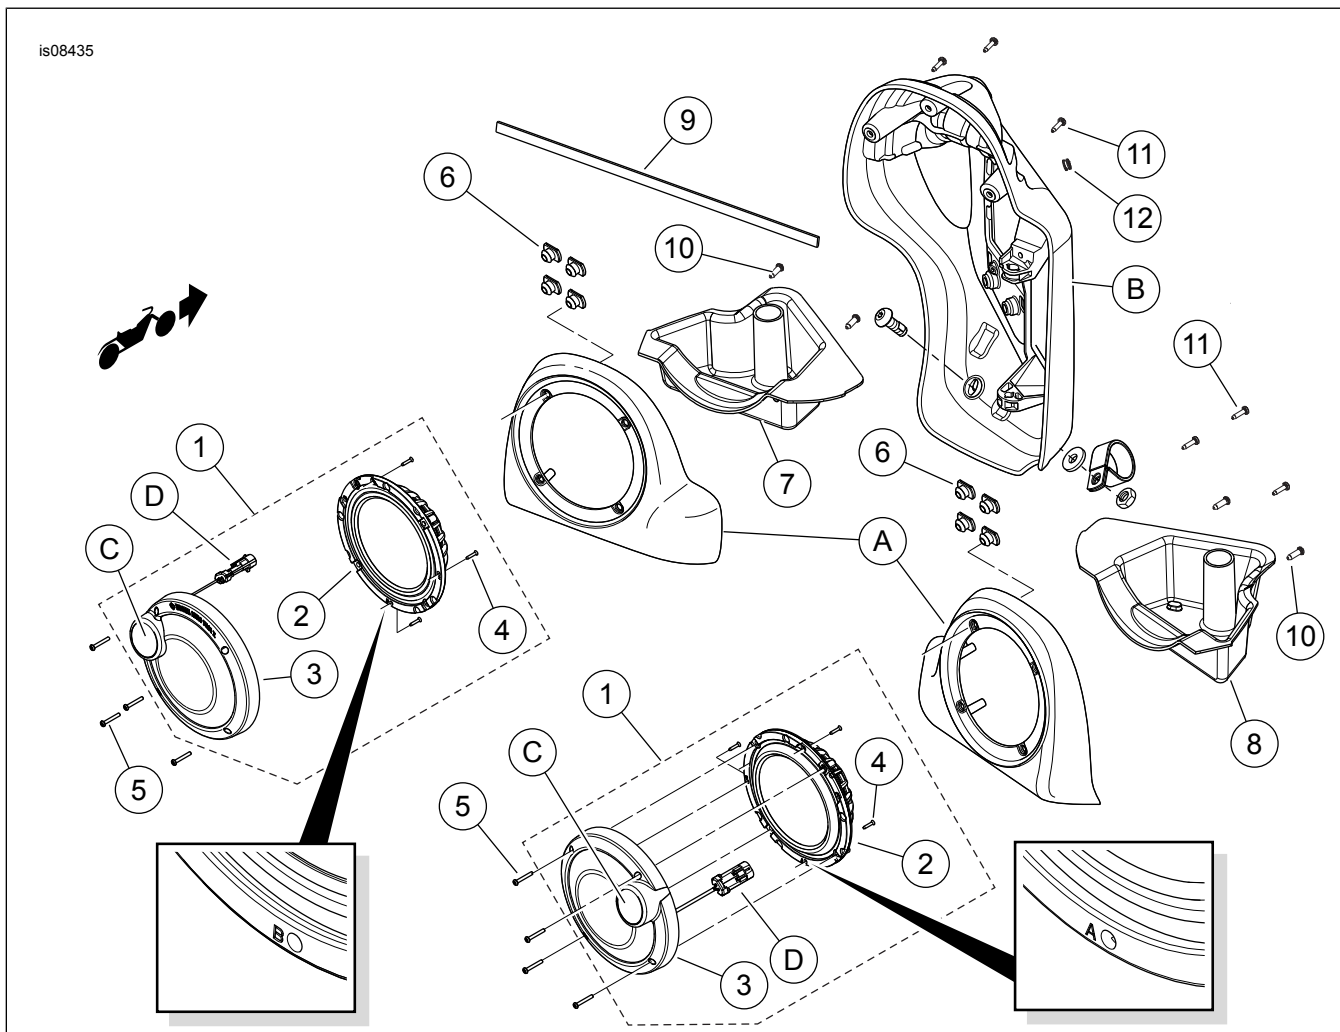

Figura 12. Parti di ricambio: Kit altoparlanti nella carenatura inferiore Boom! Audio Stage II
Per facilitare l'assemblaggio, installare per prime le viti (vedere Figura 12, elemento 10) nella sede senza il vassoio. Rimuovere le viti.
15. Vedere Figura 12. Separare l'occhiello spaccato (12). Installare l'occhiello intorno alla diramazione del cablaggio. Installare nel foro eseguito con il trapano nella carenatura.
19. Vedere Figura 12. Collegare i connettori dei fili dell'altoparlante all'interno della sede ai terminali a forcella sul retro del **nuovo** woofer. I contatti a forcella hanno misure differenti per evitare un montaggio errato.
20. Collegare il connettore audio a due vie dell'amplificatore del cablaggio dell'amplificatore al connettore (D) del midrange e del tweeter.
21. Ruotare il gruppo dell'altoparlante (1) in modo che il tweeter (C) si trovi a 45 gradi verso l'occhiello esterno rispetto alla sommità.
22. Installare il gruppo dell'altoparlante sulla sede dell'altoparlante con le quattro viti (5) prelevate dal kit.